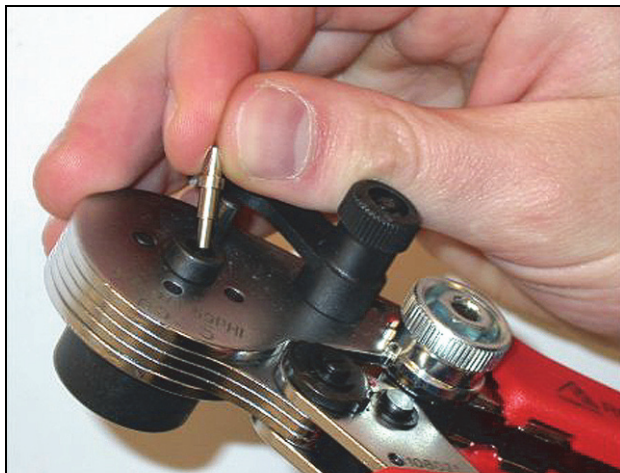

figure 30.21: Insertion d'une ferrule
- 19 Insérez une ferrule dans la butée à ressort de la pince à sertir/positionner la fibre (outil 4, voir figure 30.21).